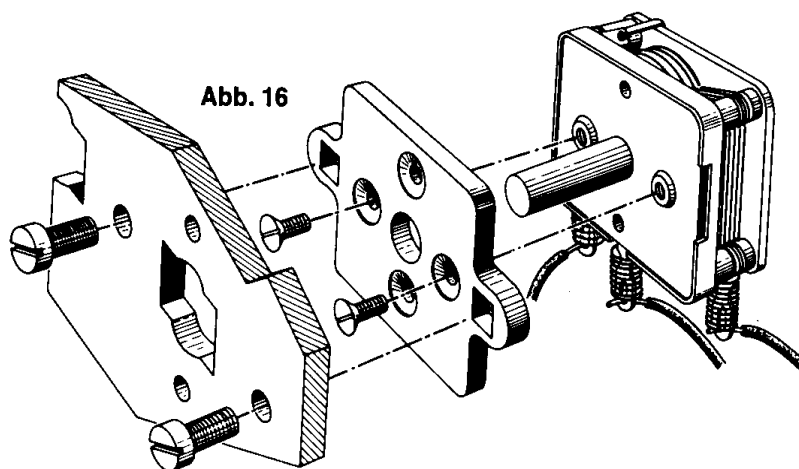

Abb. 16
4.3.2. Zweifach-Drehkondensator (57)
Befestige das Zwischenstück (24) mit Senkkopf-Schrauben (62) an dem Zweifach-Drehkondensator. Diese Einheit schraubst du dann mit zwei Schrauben (36) und zwei Muttern (33) innen an die Vorderplatte (Abb. 16).